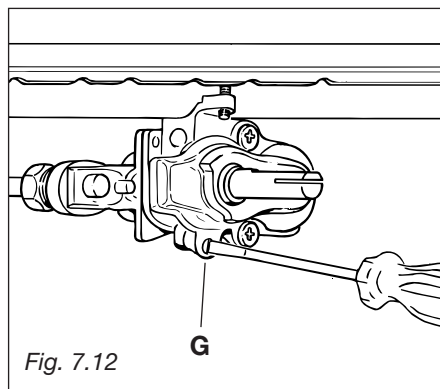

Fig. 7.12
- enlever la manette et avec un tournevis dévisser d'environ 3 tours la vis bypass "G" (fig. 7.12), en passant à travers l'ouverture du tableau de bord;
- après avoir enlevé la manette à nouveau en veillant à ne pas faire tourner la tige du robinet, fermer doucement la vis bypass "G" (fig. 7.12) jusqu'à l'obtention d'une flamme de 3-4 mm de long.